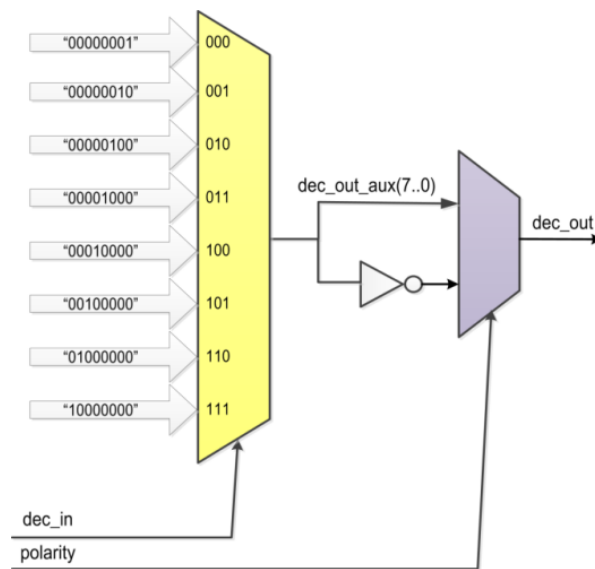

Figura 8.- Estructura del decodificador basada en dos multiplexores.
- *Decoder_3_8*: se trata de un decodificador 3 a 8 con polaridad programable que se implementa con la estructura de la Figura 8. El modelo del decodificador incluye dos multiplexores: uno para definir el valor de salida activo controlado por la entrada *dec_in* y otro para definir la polaridad, en este caso controlada por la señal *polarity*.